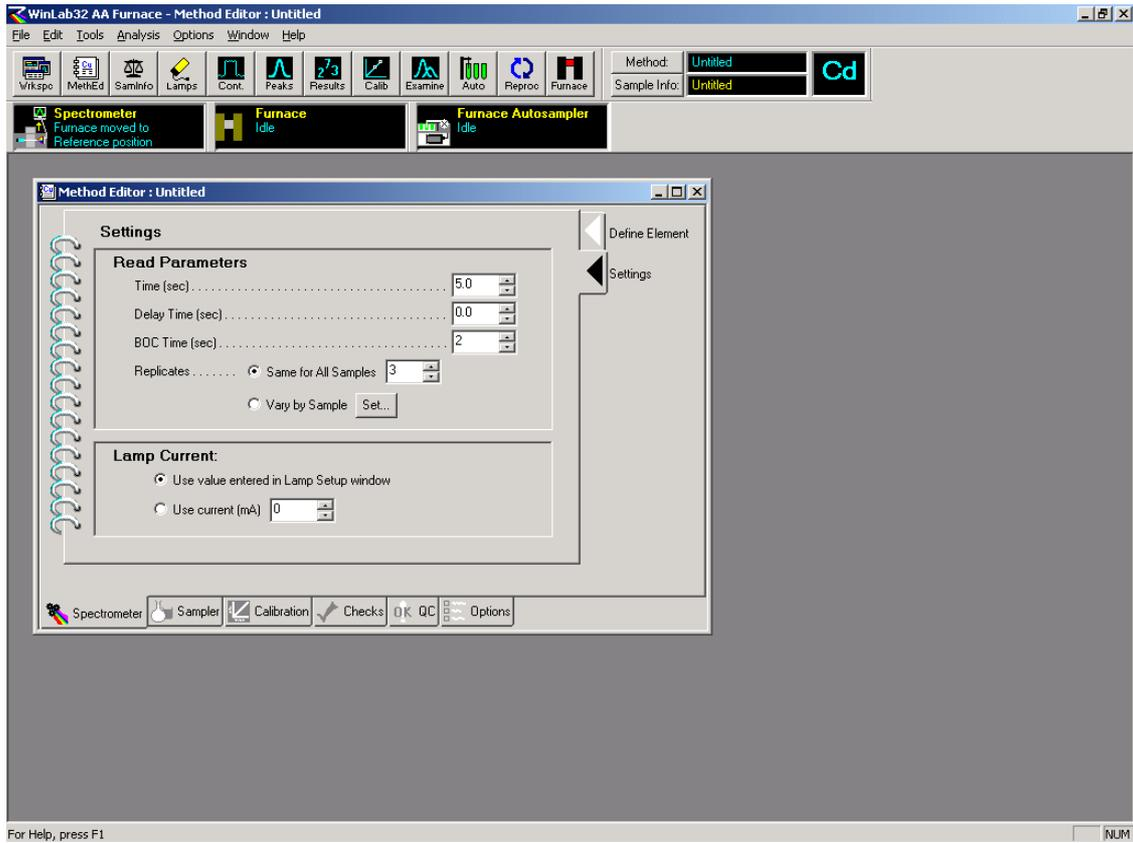

图 27: 灯电流和读数参数设定页面
2.2.3 首先对仪器的光谱仪(Spectrometer)参数进行选择或修改, 波长和狭缝一般使用缺省值即可, 测量方式在大多数情况下以峰面积为好, 如果选择峰高, 则须选择平滑点数; 方法描述可帮助记忆该方法最适用的应用场合, 但如省略亦不影响使用. 在绝大多数情况下, 应使用背景校正方式进行测量. 在本页面参数选定后, 点击 Setting, 进入到画面如图 27: